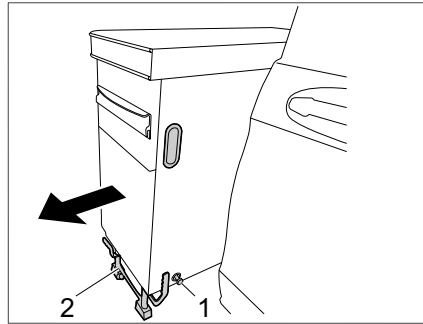

Bild 30 Fuß ausklappen
- Hebel (Bild 30,1) der Fußarretierung nach außen ziehen. Die Stützen (Bild 30,2) schwenken nach unten.
▷ Darauf achten, dass die Stützen (Bild 30,2) einrasten.
- Küchenblock nach außen ziehen und auf den Stützen absetzen (Bild 30).